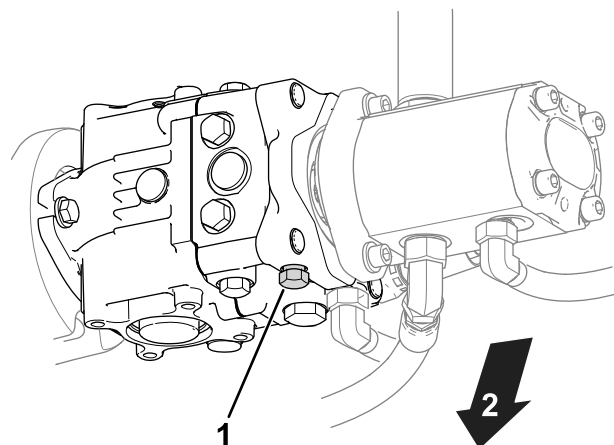

Figura 28
- Localize a válvula de derivação na bomba (Figura 28).